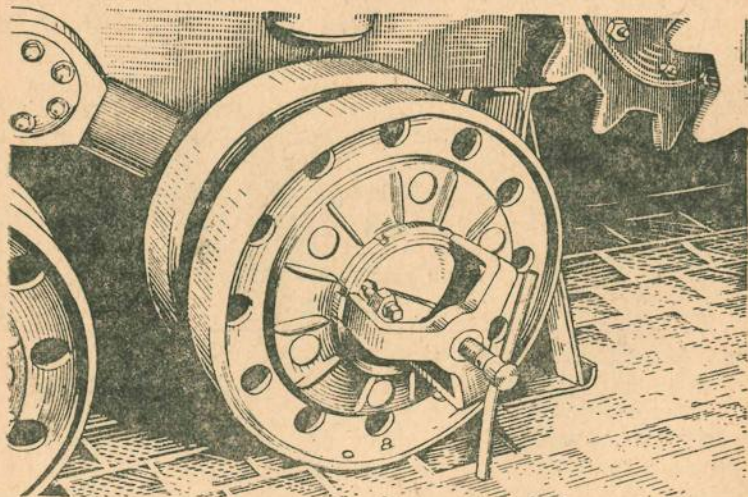

Рис. 45. Выпрессовка крышки нижнего катка при помощи приспособления
4. Установить съемник и выпрессовать крышку 11 катка (рис. 45).